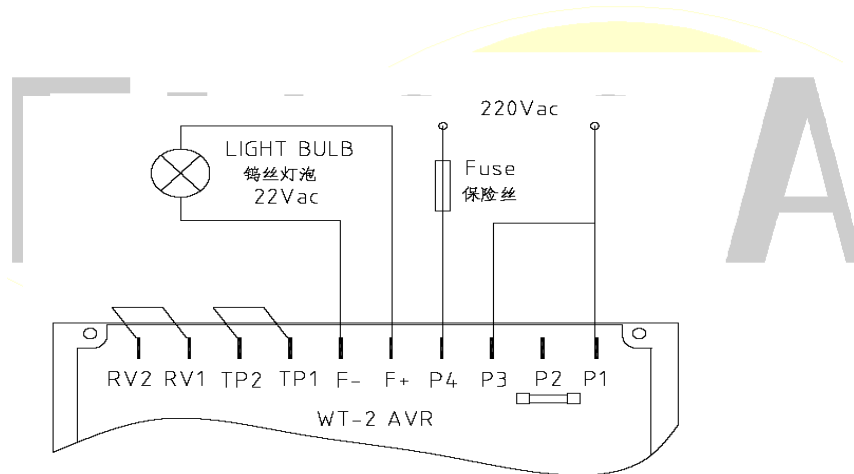

Figure 4. Operational Test
WT-2的测试可以根据图4和以下步骤进行：
- 按照图4连接电压调节器，并接入230Vac电源；